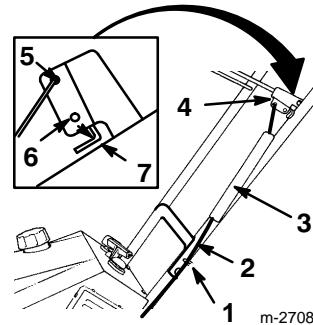

Figure 10
IMPORTANT : Faire passer le câble de commande dans le guide-câble avant de fixer les tiges en U (Fig. 10).
- 3.** Glisser le cache-ressort sur le ressort et le réglage de câble, et passer l'extrémité du ressort dans le trou au bout du cache-ressort (Fig. 10).
- 4.** Accrocher le ressort dans le trou supérieur du support de la barre de commande (Fig. 10).
- 6.** L'écart entre le support de la barre de commande et le mancheron doit être alors d'environ 1,6 à 3,2 mm (1/16 à 1/8"), voir l'encadré de la figure 10. Si un réglage est nécessaire, voir les instructions de *réglage de la barre de commande*, page 18.
3. L'écart entre le support de la barre de commande et le mancheron doit être alors d'environ 1,6 à 3,2 mm (1/16 à 1/8"), voir le détail de la figure 10. Si un réglage est nécessaire, voir les instructions de *réglage de la barre de commande*, page 18.